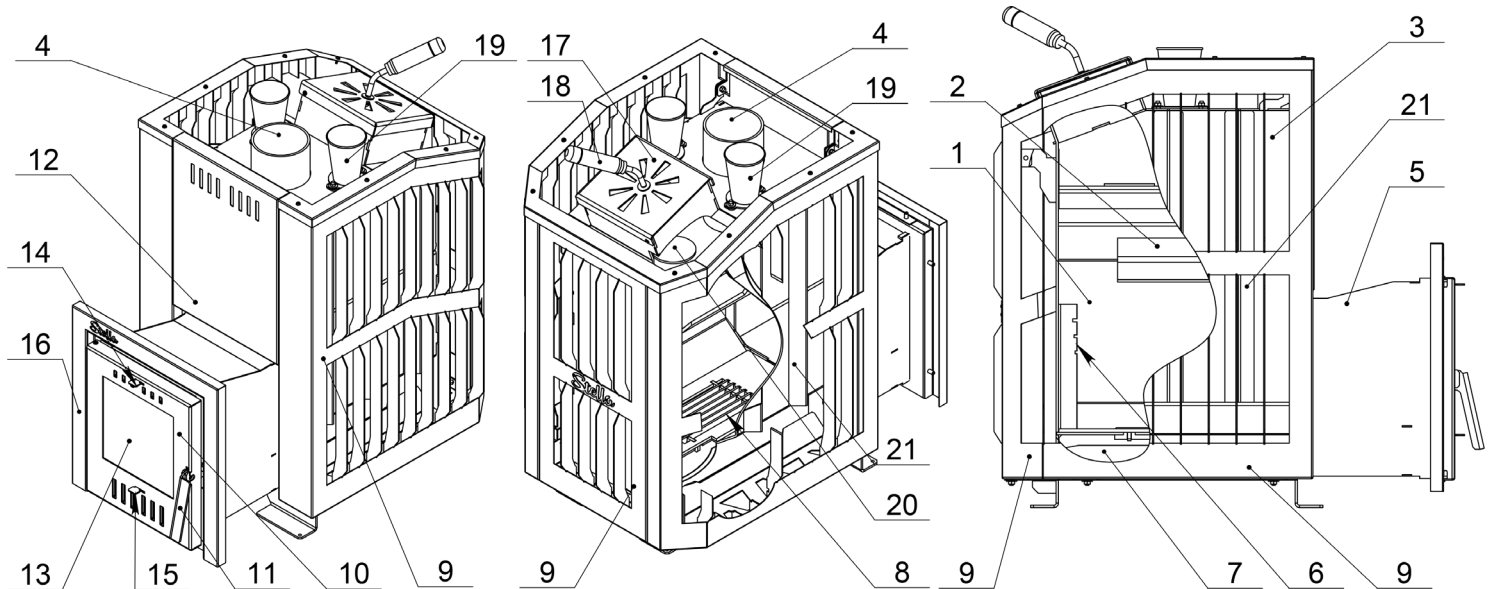
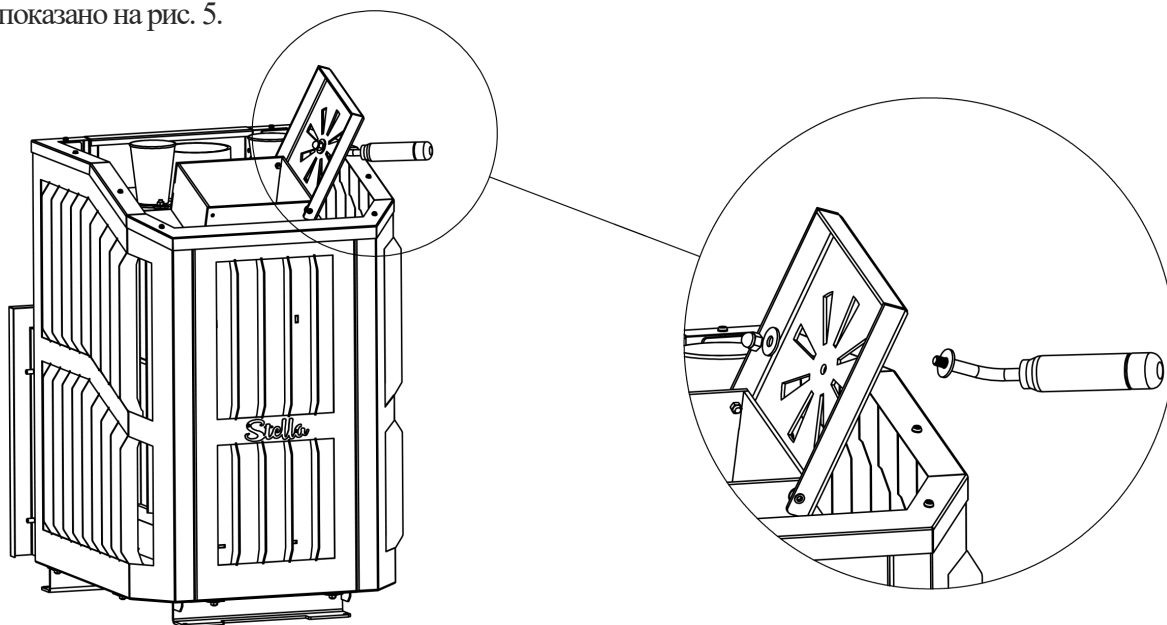

Рис. 1 Устройство печи **STELLA**
Рис. 5 Установка ручки на дверь каменки
Конструкция печи состоит из следующих узлов: топка, съемные экраны-сетки (рис.1 поз.9), удлиненный топливный канал (рис.1 поз.5), загрузочная дверца (рис.1 поз.10) с регулировкой подачи первичного
воздуха и системой «Чистое стекло» (рис.1 поз.14), сегментный (наборный) колосник (рис.1 поз.8), закрытая каменка (рис.1 поз.3) с дверцей (рис.1 поз.17) и системой подачи воды (рис.1 поз.19), и выдвижной зольный ящик (рис.1 поз.7).
В верхней части камеры сгорания расположен горизонтальный отбойник пламени (рис.1 поз.2), который направляет газопламенный поток в область вторичного дожигания, а затем в дымовой коллектор для более интенсивного прогрева камней. Размер камеры позволяет полностью обеспечить сгорание летучих углеводородов, выделяющихся при горении дров в размере 35-56 % от общего весового состава топлива.
Сверху, для удобства обслуживания печи в процессе эксплуатации, на куполе каменки находится лючок для прочистки (рис. 1 поз.20).
Печь оснащена закрытой каменкой (рис. 1 поз.3), которая дает ряд преимуществ:
Вторичный воздух в камеру сгорания подается через канал вторичного воздуха (рис.1 поз.6), который одновременно защищает заднюю стенку печи от перегрева.
Печь оснащена удлиненным топливным каналом (рис. 1 поз.5), что позволяет топить ее из смежного помещения. Печь комплектуются усиленной дверцей с жаропрочным стеклом. Дверца с жаропрочным стеклом, создает отличную обзорность горящего в топке пламени.
Печи **STELLA** оснащены конвекционными боковыми каналами (рис.1.2 поз.12) по обеим сторонам топки (рис. 1 поз.21), ускоряющими прогрев парного помещения.
6. Установите ручку с помощью гайки М8 и шайбы М8 (рис.1 поз.18) на дверцу внутренней каменки (рис. 1 поз.17) как показано на рис. 5.